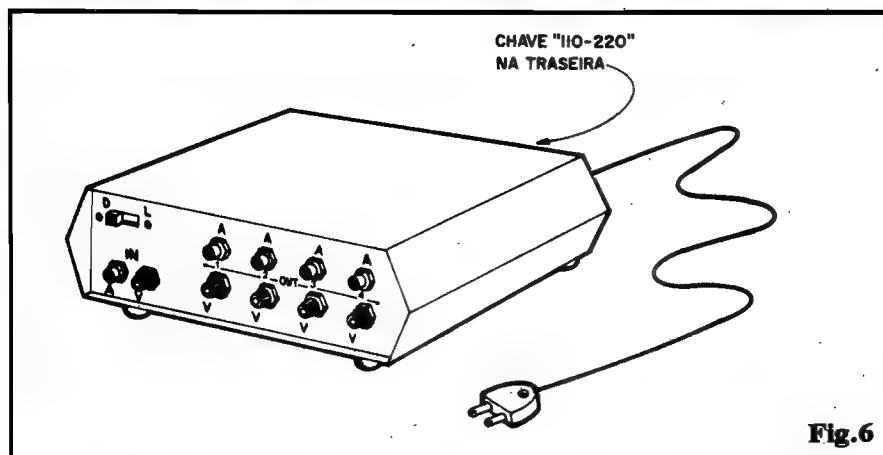

Fig. 6
- **FIG. 6 - A CAIXA FINAL** - Tratando-se de um aparelho para uso "em bancada", diretamente na mesa de edição, convém que toda a "plugagem" seja frontal, evitando longos percursos dos fios de sinal. A disposição sugerida na figura, portanto, parece-nos ao mesmo tempo bonita e prática, com o painel da caixa mostrando "tudo": o interruptor geral da alimentação, o par de jaques RCA para as Entradas de A e V e os 4 pares de jaques (todos RCA...) para as Saídas de A/V nº 1,2,3 e 4. Na traseira da caixa podem ficar apenas o ilhós de borracha para passagem do "rabicho" da C.A. (um nó, por dentro da caixa, é uma boa providência para evitar que esforços externos sobre o "rabicho" possam romper suas ligações ao circuito...), e a chave de Tensão (110-220). Quatro pés de borracha, aplicados à base da caixa, evitarão que ela "deslize" sobre a mesa de trabalho... Com